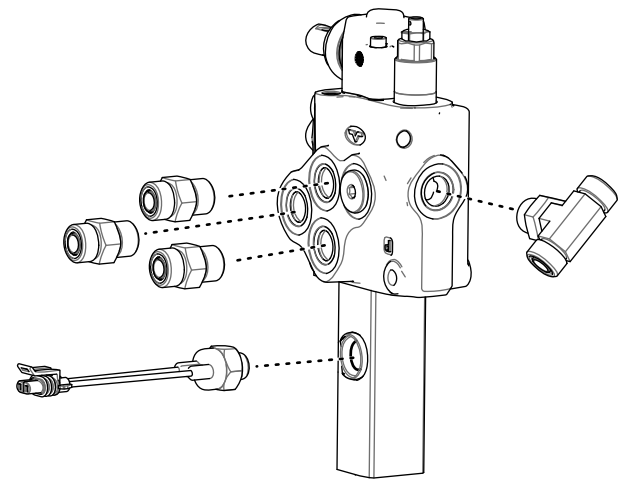

Figure 12
1. Déposez les 3 raccords droits sur le côté du distributeur (Figure 12).
2. Déposez le raccord en T au dos du distributeur (Figure 12).
3. Déposez le commutateur sphérique sur le côté du distributeur auxiliaire (Figure 12).